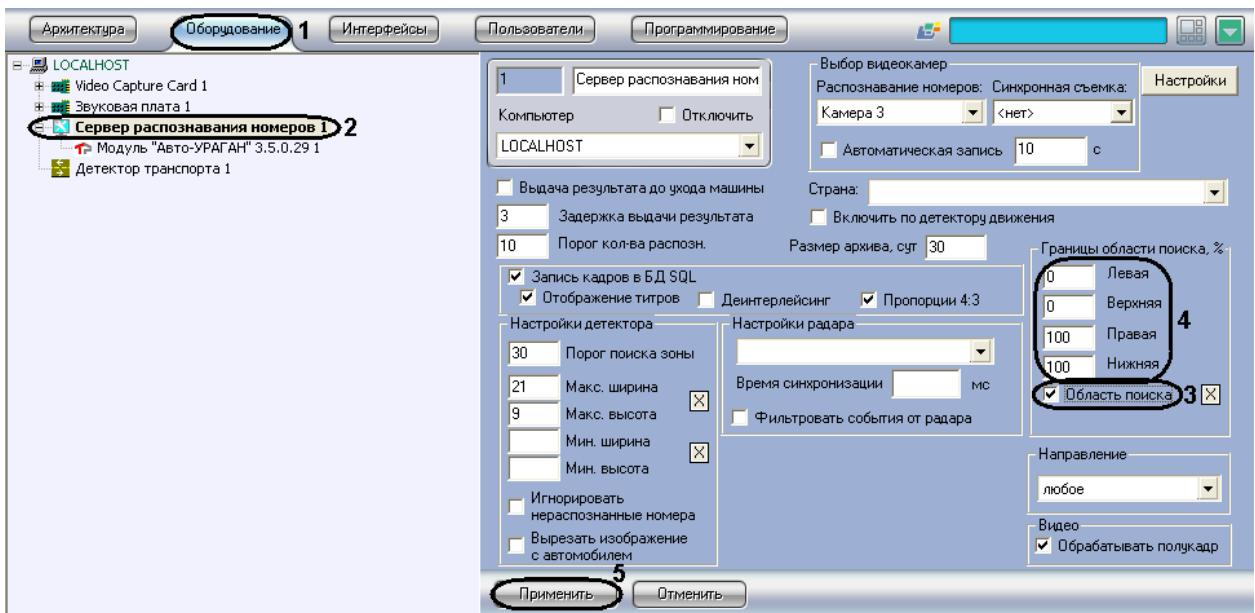

Рис. 7.2—21. Указание границ зоны поиска номерного знака
1. В диалоговом окне «Настройка системы» перейти на вкладку «Оборудование» ( Рис. 7.2—21, 1).
2. В дереве объектов на вкладке «Оборудование» выбрать объект «Сервер распознавания номеров», соответствующий активированному программному модулю «Авто-УРАГАН 3.5.0.29», «CARMEN-паркинг», «CARMEN-Авто», «ACCR» или «VIT» (см. раздел «Активация программного модуля, используемого для распознавания номеров», Рис. 7.2—21, 2). В правой части вкладки «Оборудование» отобразится панель настройки выбранного объекта.
3. Установить флагок «Область поиска» для активации функции указания границы зоны поиска номерного знака транспортного средства в кадре видеоизображения (см. Рис. 7.2—21, 3).
4. В полях «Левая», «Верхняя», «Правая», «Нижняя» задать значения границ зоны поиска номерного знака транспортного средства в кадре видеоизображения (см. Рис. 7.2—21, 4). Значения в полях «Левая», «Верхняя», «Правая», «Нижняя» выражаются в процентах относительно размеров окна видеонаблюдения.